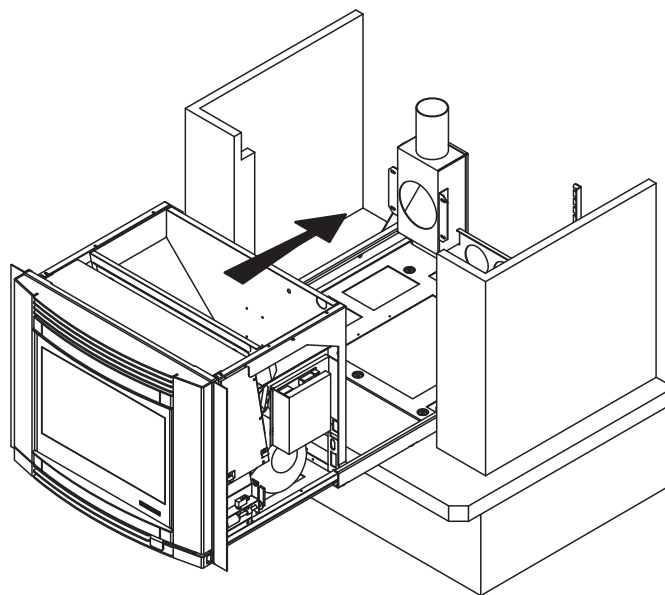

Fig. 6.1.9
- 3) Volver a montar las guías telescópicas y a montar la estufa en la base (Fig. 6.1.9);